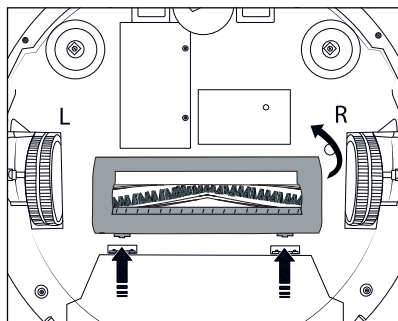

Fig. 14
- ◆ Premere i due tasti di sblocco della copertura del rullo a spazzola **15** per disimpegnarla. Togliere la copertura del rullo a spazzola **15** dall'apparecchio (vedere fig. 14).